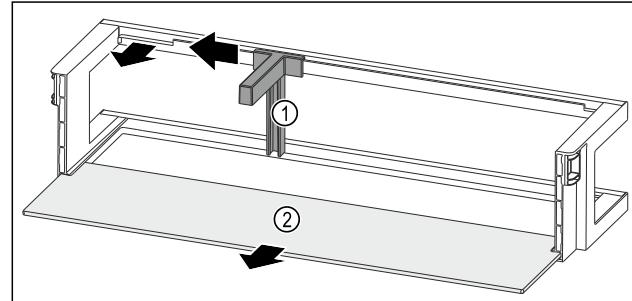

Fig. 133 Лотки на дверцятах із тримачем пляшок і полицею
- ▶ Пересуньте тримач пляшок Fig. 133 (1) убік до пазу.
- ▶ Вийміть тримач пляшок Fig. 133 (1).
- ▶ Дістаньте полицю Fig. 133 (2).